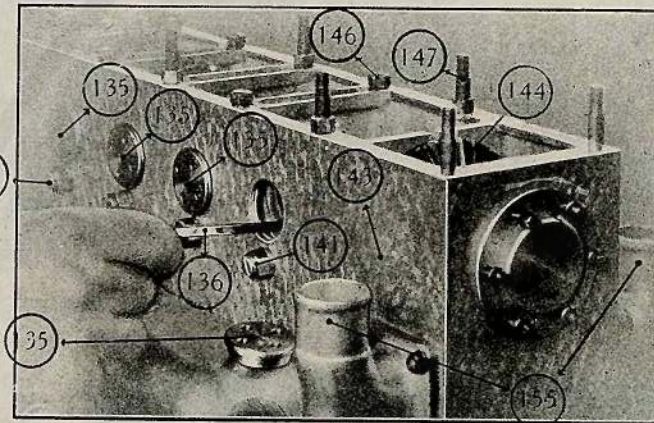
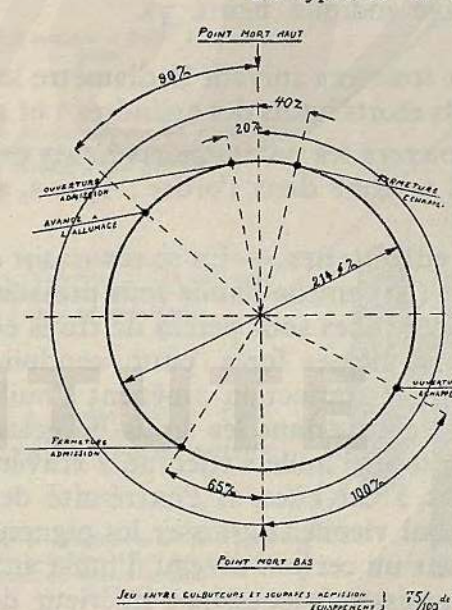

FIG. 29
FIG. 32
plus épais, si au contraire il n'y a pas assez de jeu on diminuera l'épaisseur du fond du chapeau. Les jeux à respecter sont indiqués fig. 32 et 33 suivant les numéros des moteurs. Pour vérifier les jeux il faut enlever les bouchons (135) vissés sur le carter d'arbre à cames (fig. 29). Par le trou on introduit une jauge
Les moteurs type 37, numéros 1 à 155 et 160, 161-162 et 164 sont montés avec l'arbre à cames (figure 32).
De même les moteurs type 40 de 1 à 193 sont à régler suivant les indications portées figure 32.